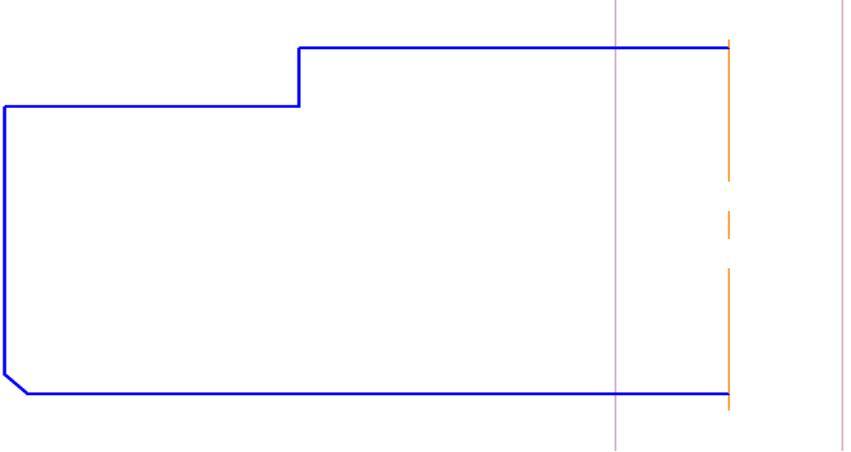

Рис. 6
- С помощью левой клавиши мыши укажите получившиеся прямые (получатся 2 параллельные прямые, укажите обе). Результат рис. 6.